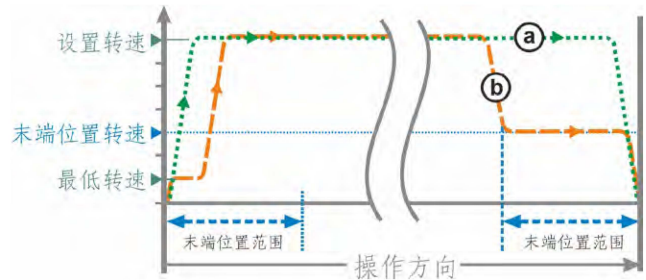

图3：末端位置转速 - 快速启动/停止
- 对于行程关断模式，执行机构的输出转速在到达末端位置前不久会降低，直至完全停止下来；参见图3中的曲线a。